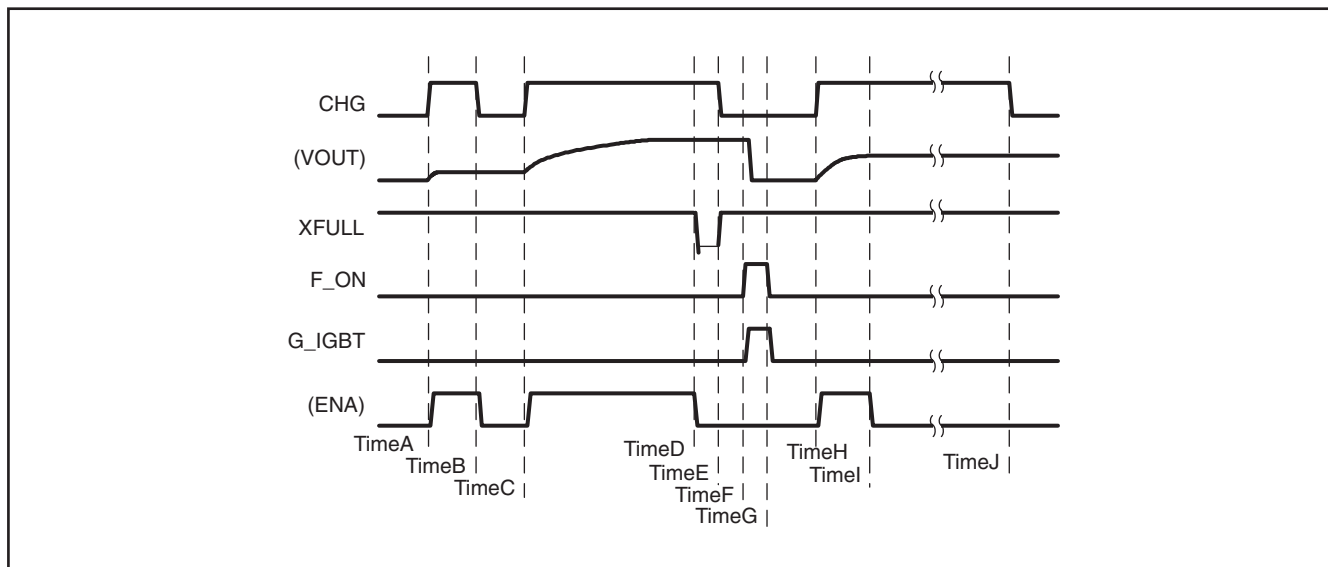

図 4. 全体的な動作シーケンス・チャート
充電を開始する唯一の方法は、CHG ↑ を入力 (立ち上がりエッジトリガ) することです (図 4 の Time A/C/H を参照)。CHG ↑ を印加するたびに、TPS65560 は充電を開始します。
1. コントローラから CHG = “L” レベルが入力されることによる強制停止 (図 4 の Time B 参照)
2. 充電完了を検出することによる自動停止。VOUT が目標値に到達 (図 4 の Time D 参照)。
3. 保護による中止。これは、SW ピンでの過電流検出機能 (OV_{DS}) トリガによるものです (図 4 の Time I を参照)。
デバイスは time H の時点で充電を開始し、 OV_{DS} による保護は Time I の時点で発生します (図 4 を参照)。Time I の時点で、XFULL は “H” レベルを保持します。コントローラは Time J の時点で、タイマが時間切れになって終了したという結果によって OV_{DS} による保護が発生したことを検出し、次に CHG を “L” レベルに設定して動作を終了させます。
TPS65560には、SWピンでの過電圧モニタ機能があります。スイッチがオン時間になっている間にSWピンでの電圧が OV_{DS} を上回った場合、TPS65560は強制的にオフにされます(図4とその説明を参照)。